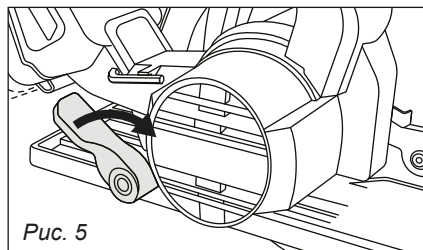

Рис. 5
1. Ослабьте рычаг регулировки глубины (рис. 5).